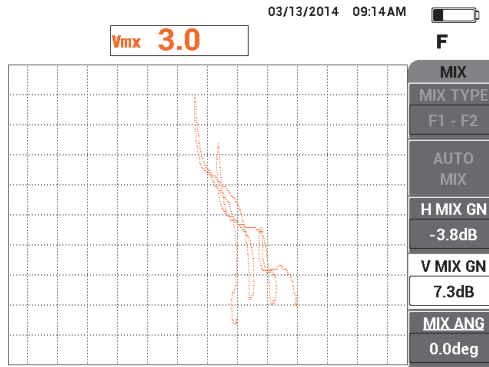

Figura 5-110 Ajuste do valor de V MIX GN
21. Aumente o **V MIX GN** (tecla D) até a amplitude máxima do sinal alcançar 80% da altura da tela (veja Figura 5-110 na página 209).